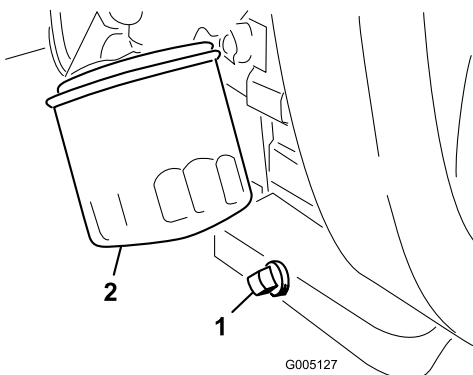

Figura 34
1. Retire o tampão de escoamento (Figura 34) e deixe o óleo escorrer para um recipiente adequado. Quando o óleo parar, volte a montar o tampão de escoamento.
2. Retire o filtro do óleo (Figura 34). Aplique uma leve camada de óleo limpo na junta do novo filtro.